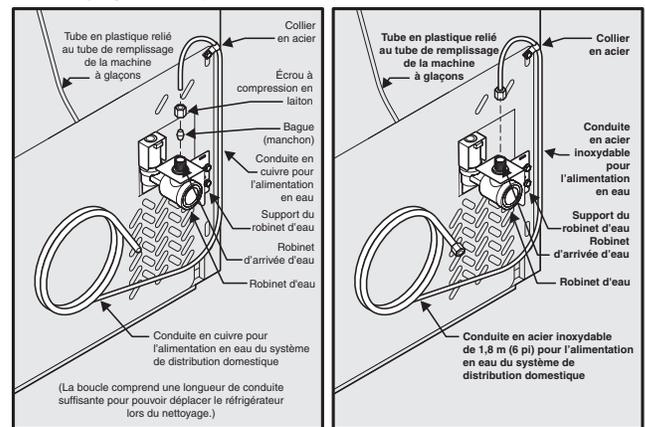

Figure 1
4. **Si vous utilisez un tuyau en cuivre** - Faites glisser l'écrou à compression en laiton, puis installez la bague (le raccord) sur la conduite d'alimentation en eau. Poussez la conduite en cuivre dans le robinet d'arrivée d'eau, aussi loin que possible (6,4 mm ou 1/4 po). Faites glisser la bague (le raccord) dans le robinet et serrez à la main l'écrou à compression sur le robinet. Serrez d'un autre demi-tour à l'aide d'une clé; NE SERREZ PAS trop. Reportez-vous à la figure 1.